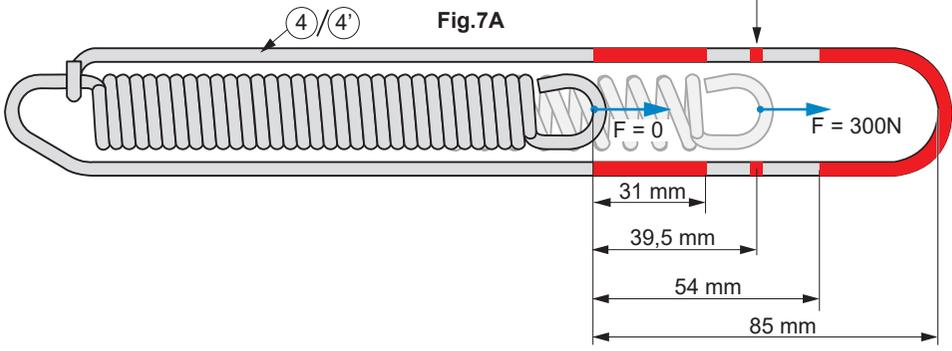

Fig.6E
5. Se necessario, allentare i cavi (fig. 6E).